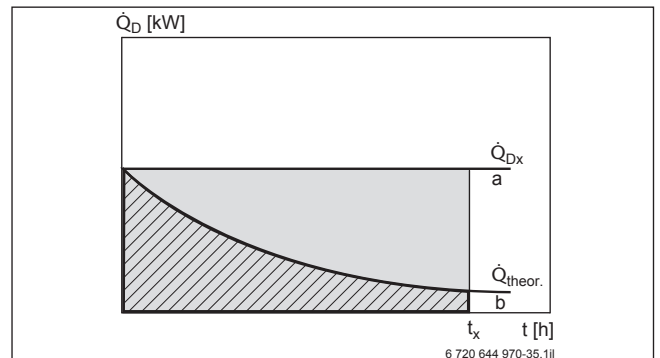
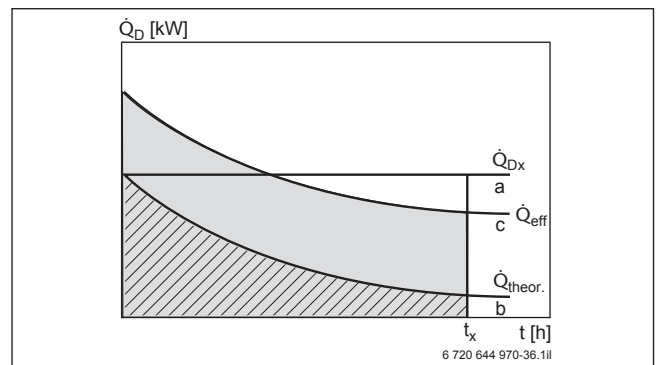

Bild 46 Aufheizverhalten und Dauerleistungsbetrieb
Bild 47 Theoretische und effektive Anschlussleistung (Wärmetauscherleistung)
Wenn der Speicherinhalt in der Zeit  $t_x$  auf eine vorgegebene Temperatur aufgeheizt wird, sollte er theoretisch die Wärmemenge  $\dot{Q}_{Dx} \cdot t_x$  aufgenommen haben. Diese Wärmemenge entspricht der Fläche unter der Geraden  $\dot{Q}_{Dx}$  ( $\rightarrow$  Bild 46, Kurve a). Im Unterschied zum Dauerleistungsbetrieb, bei dem zu jeder Zeit die gleiche Leistung übertragen wird, sinkt die zur Übertragung verfügbare theoretische Anschlussleistung  $\dot{Q}_{theor.}$  (Wärmetauscherleistung) mit fortschreitender Zeit. Die übertragene Wärmemenge ( $\rightarrow$  Bild 46, schraffierte Fläche unter Kurve b) ist also kleiner als beim Dauerleistungsbetrieb. Dies bedeutet, dass der Speicherinhalt nach der Zeit  $t_x$  die Solltemperatur nicht erreicht.
Um die Solltemperatur in der Zeit  $t_x$  zu erreichen, muss die theoretische Anschlussleistung  $\dot{Q}_{theor.}$  so weit angehoben werden, dass die Fläche unter der Kurve  $\dot{Q}_{eff}$  der fehlenden Wärmemenge entspricht, d. h. gleich groß wie die Fläche unter der Kurve  $\dot{Q}_{Dx}$  ist ( $\rightarrow$  Bild 47). Die effektive Anschlussleistung  $\dot{Q}_{eff}$  ist zur Ermittlung der Kesselgröße und der Heizwassermenge (für die Pumpenauslegung) erforderlich. Die theoretische Anschlussleistung  $\dot{Q}_{theor.}$  ist zur Ermittlung der Aufheizzeit anzusetzen.
**Legende zu Bild 46 und Bild 47:**